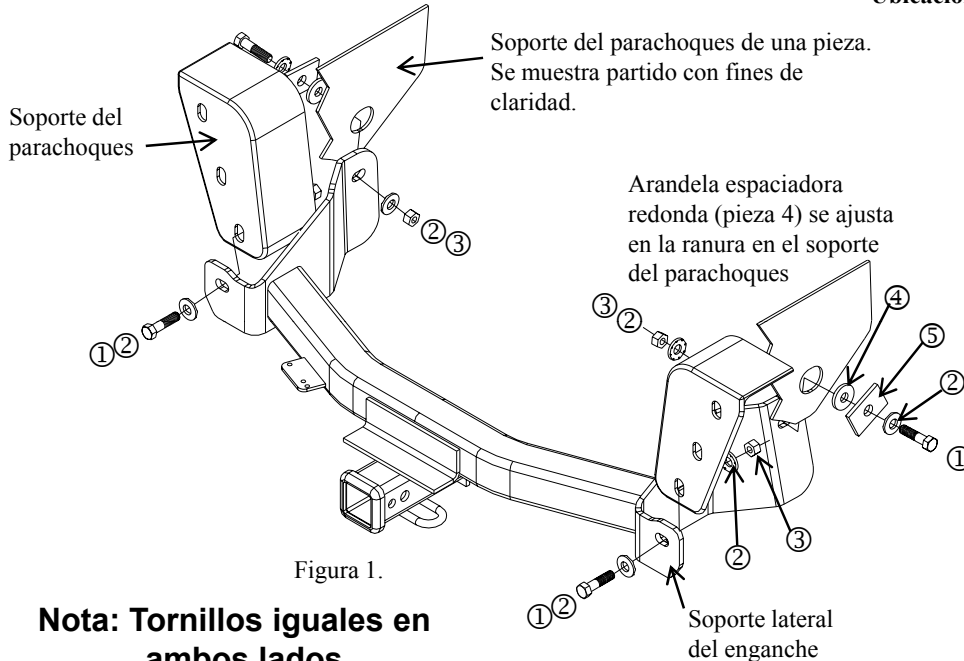

Figura 1.
1. Levante el enganche a su posición como se muestra en la figura 1. Utilice los sujetadores para atar los montantes del tirón al soporte de parachoques.